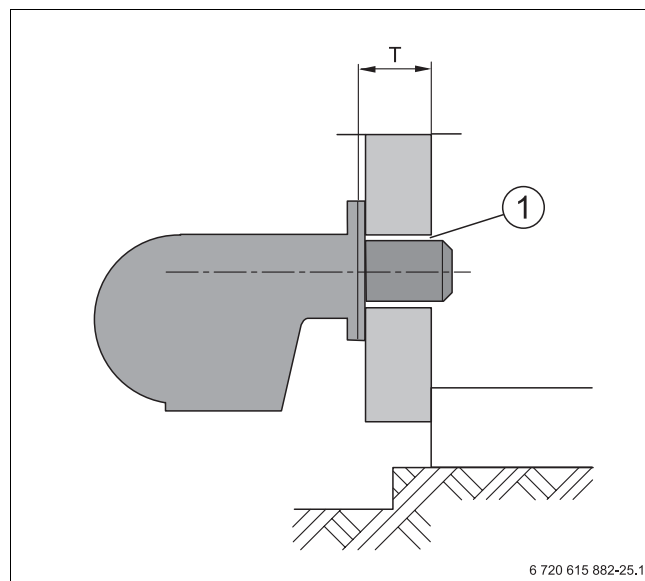

Рис. 21 Схематичное изображение дверцы горелки толщиной T
- ▶ Учитывайте толщину дверцы T (→ рис. 21, таб. 4).